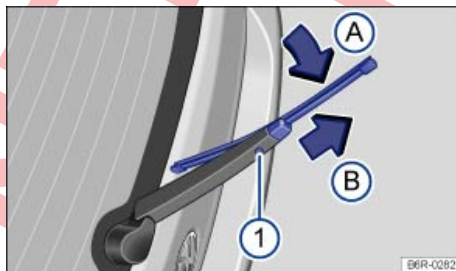

Fig. 246 Cambio de la escobilla del limpialuneta.
- Mantenga pulsada la tecla de desbloqueo ⇒ **fig. 246** (1).
- Doble la escobilla en dirección al brazo de la misma ⇒ **fig. 246** (flecha (A)) y tire al mismo tiempo en el sentido de la flecha (B). Es probable que tenga que emplear bastante fuerza.
- Inserte una escobilla nueva de la **misma longitud y tipo** en el brazo portaescobillas en el sentido contrario al de la flecha (B) hasta que encastre. Para ello la escobilla deberá estar desplegada (flecha (A)).